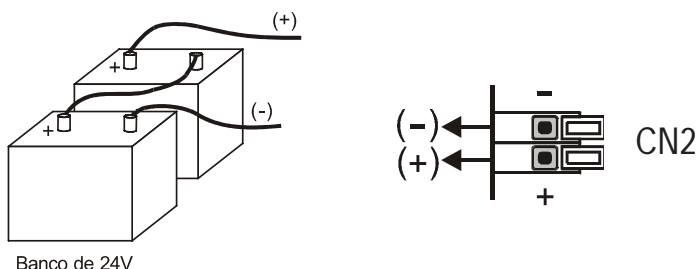

Figura 4 - Instalação do Banco de Baterias.
- ▶ A fiação da bateria deverá ser conectada no CN2 (figura 4) na placa fonte. Neste conector existe um ponto para conexão do polo positivo (+VBAT) e um para o polo negativo (-VBAT). Cada ponto do conector CN2 admite cabo ou fio com no máximo 1,5 mm² de seção. (Escolha adequadamente a bitola dos cabos ou fios para evitar problemas na conexão).